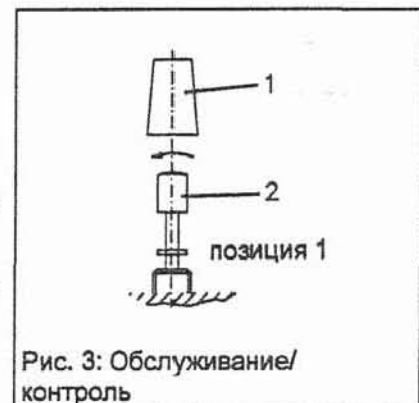

Рис. 3: Обслуживание/
2. Функциональное испытание (рис. 3)
- Отвинтить колпачковую гайку (1)
- Контрольную кнопку (2) нажать до позиции 1 (упор) и затем отпустить